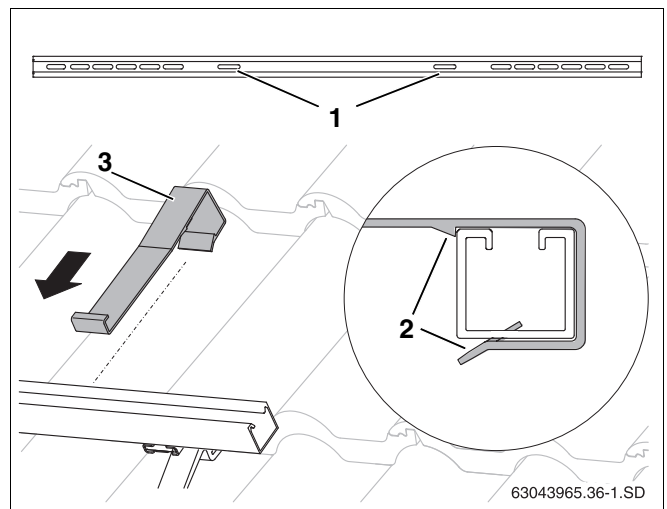

Рис. 34 Установка крепления от сползания
- ▶ Крепления от сползания (рис. 34, **поз. 3**) наденьте снаружи на профильные рейки так, чтобы они вошли во внутренние продольные отверстия (рис. 34, **поз. 1**) до защелкивания (рис. 34, **поз. 2**).